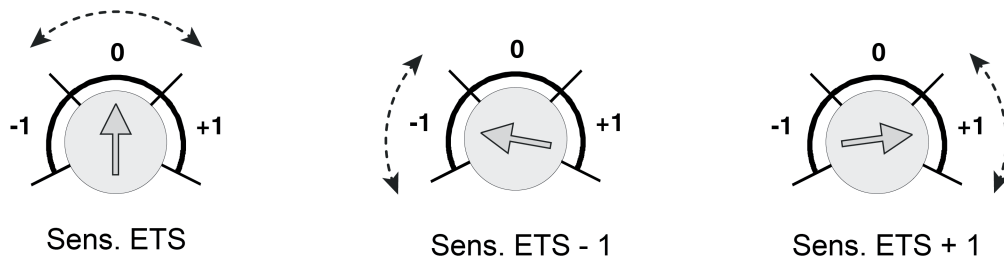

Bild 8: Einstellbereiche des Empfindlichkeitseinstellers am Gerät (-1 <-> 0 <-> +1)
- (3) Zierring
- (6) Einsteller **Sens.** zur manuellen Empfindlichkeitskorrektur
- (7) Programmier Taste
Die Empfindlichkeit der Bewegungserfassung, die ein Maß für die Reichweite der PIR-Auswertung ist, kann getrennt für die PIR-Sektoren A, B und C in der ETS parametrierbar werden und ist darüber hinaus vor Ort am Gerät nach der Inbetriebnahme veränderbar. Hierzu verfügt das Gerät über den Einsteller (6), der das Verändern der parametrierbaren Empfindlichkeitseinstellung aller PIR-Sektoren ermöglicht. Die Empfindlichkeit kann dadurch um maximal eine Stufe verringert oder erhöht werden. Der Einstellbereich in drei Teilbereiche aufgeteilt (Bild 8).